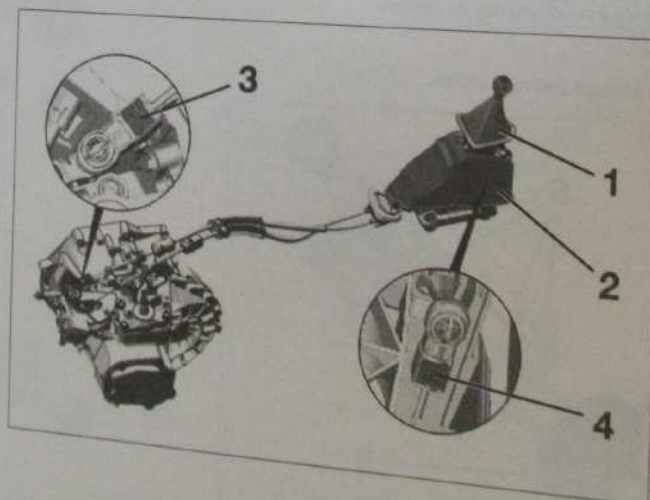

Fig. 18
- l'ensemble soufflet et verrou de marche arrière (1) (Fig.18),
- l'insonorisant du levier de vitesses (2).
- Tirer la clé de verrouillage du câble de sélection (3) et de passage (4).
- l'ensemble soufflet et verrou de marche arrière (1),
- l'insonorisant du levier de vitesses (2) (Fig.18),